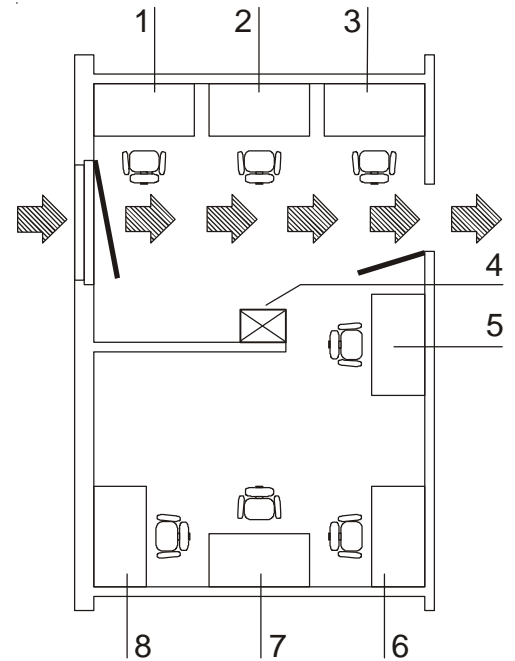

Fig. 1
**Fig. 1 :** Cette figure montre à titre d'exemple une disposition adéquate de l'enceinte de sécurité dans le local, et les emplacements qui ne sont pas conformes aux consignes de sécurité.